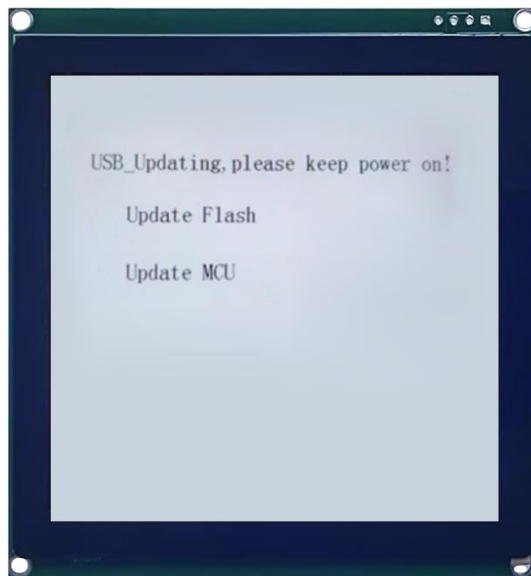

图 2-8: LT168B bootloader 模式示意图
2、通过 USB 线连接电脑和串口屏上电后，屏幕会进入的 bootloader 模式如前面图 2-8 所示。LT168B 的 bootloader 模式显示更新 Flash 与 MCU\_Code 更新状态，打开专用烧录 LT168B 的 LT\_Uart\_GUI 软件。点击 InputFile 添加需要烧录的工程文件，选择对应的端口，需确保 BaudRate 为 115200，再点击 OpenComm 打开端口连接。BaudRate 若不是 115200 则无法连接，建立连接后软件自动将下载速度调整至 921600。
2、通过 USB 线连接电脑和串口屏上电后, 屏幕会进入的 bootloader 模式。如前面图 2-8 所示 LT168B 的 bootloader 模式显示更新 Flash 与 MCU\_Code 更新状态。打开专用烧录 LT168B 的 LT\_Uart\_GUI 软件。点击 Input File 添加需要烧录的工程文件, 选择对应的端口, 再点击 Open Comm 打开端口。
2、通过 USB 线连接电脑和串口屏上电后，屏幕会进入的 bootloader 模式如前面图 2-8 所示。LT168B 的 bootloader 模式显示更新 Flash 与 MCU\_Code 更新状态。打开专用烧录 LT168B 的 LT\_Uart\_GUI 软件。点击 InputFile 添加需要烧录的工程文件，选择对应的端口，需确保 BaudRate 为 115200，再点击 OpenComm 打开端口连接。BaudRate 若不是 115200 则无法连接，建立连接后软件自动将下载速度调整至 921600。